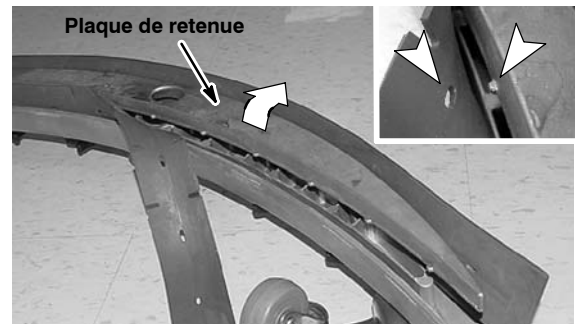

FIG. 52
4. Pour remplacer la lame avant, retirez la lame arrière et desserrez complètement les quatre boutons du bloc de racloir ; ne retirez pas les boutons. Soulevez et inclinez la plaque de retenue pour accéder à la lame avant (Figure 52). Faites pivoter la lame avant pour obtenir un nouveau bord nettoyant et réinstallez la plaque de retenue. Veillez à ce que les ergots de la plaque de retenue s'engagent dans les fentes de la lame. Réinstallez la bande et resserrez les boutons.